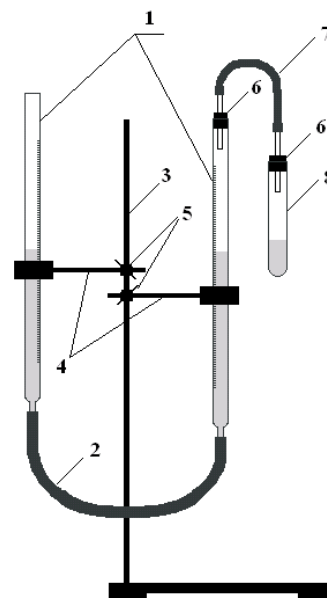

Рис. 3.4. Прибор для измерения объема газа, выделившегося в ходе химической реакции:
3. Прокалите тигель до постоянной массы (масса а), поместите в него примерно 0,3–0,5 г полученного вещества, взвесьте тигель с веществом (масса б). Точную массу вещества вычисляют по разности (б–а). Тигель с веществом нагрейте в пламени спиртовки или в муфельной печи до полного разложения соли (11). Для нагревания тигля используйте штатив с кольцом и фарфоровый треугольник, а также тигельные щипцы. По окончании реакции охладите тигель в эксикаторе, взвесьте, снова прокалите в пламени спиртовки и охладите в эксикаторе. Если масса тигля с содержимым после повторного прокаливания не изменилась, по результатам измерений вычислите массовую долю CuO в малахите и сравните ее с вычисленной по формуле соли.
4. Соберите прибор, изображенный на рис. 3.4. Сообщающиеся бюретки заполните насыщенным раствором хлорида натрия (чтобы уменьшить растворимость углекислого газа в воде) примерно до половины высоты бюреток. Перед началом работы прибор необходимо проверить на герметичность. Для этого подсоедините к одной из бюреток пустую пробирку (резиновые пробки можно для лучшего прилегания к стеклу смочить водой) и, перемещая одну из бюреток по штативу, создайте разницу в уровнях жидкости в бюретках 8–10 см. Если в течение 10 минут жидкость в бюретках останется на этом же уровне, прибор является герметичным.